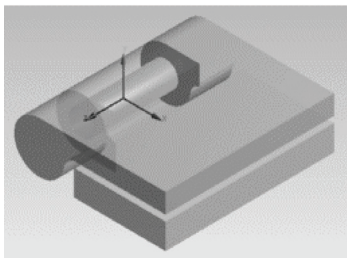

图 16-1 旋转连接
- Revolute Joint——旋转连接，限制 UX, UY, UZ, ROTX, ROTY，如图 16-1 所示。